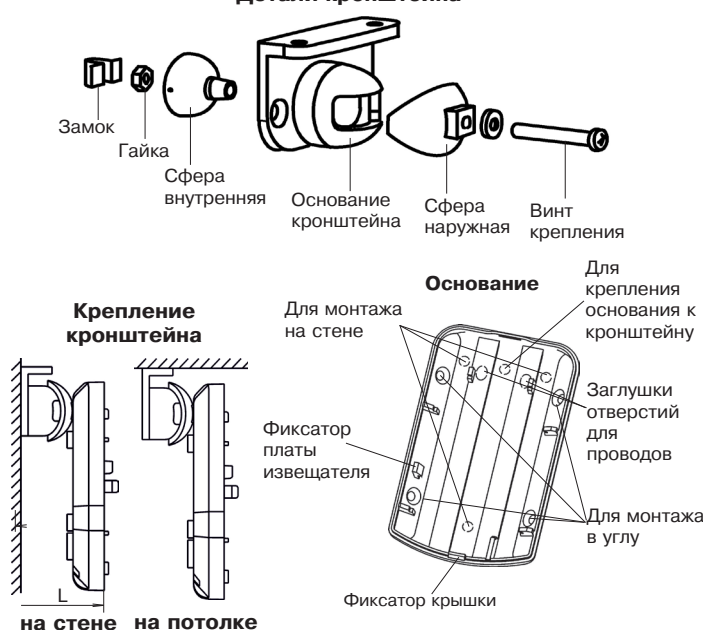

Рисунок 2 — Основание извещателя и кронштейн
- Снимите крышку извещателя, отжав при помощи отвертки фиксатор, расположенный в нижней части основания извещателя (рисунок 2);
- Просверлите в основании корпуса отверстия (рисунок 2), которые будут использоваться для прокладки проводов и крепления извещателя;